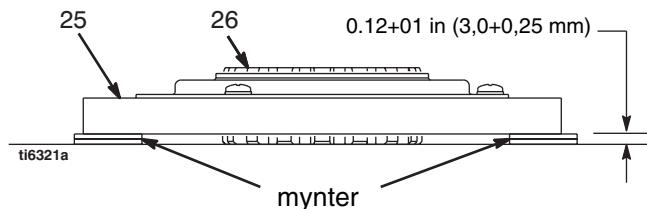

FIG. 8
- FIG. 8. Legg to stabler med to mynter på en glatt arbeidsbenk.
- Legg spolen (25) på de to stablene med mynter.
- Press navets senter (26) ned mot benkens overflate.